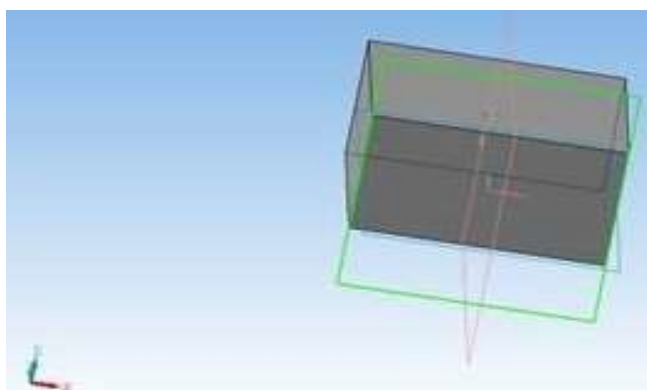

Рисунок 13.7 – Вращение детали
8. С помощью колесика мышки поворачивайте деталь можно (рисунок 13.7).